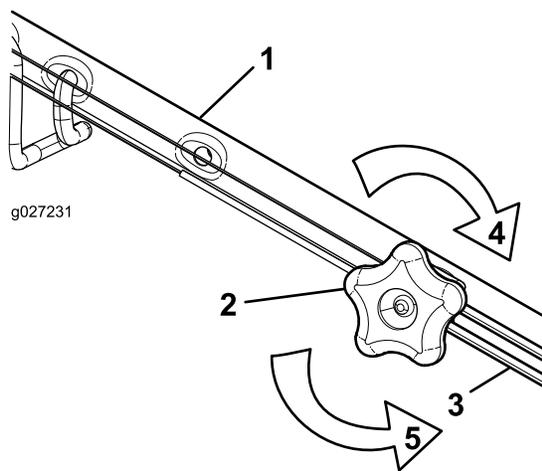

Figura 38
1. Rode o manípulo de ajuste para a esquerda para folgar o ajuste do cabo (Figura 38).
- Ajuste a tensão do cabo (Figura 38) puxando-o para trás ou empurrando-o para a frente e mantendo a posição.